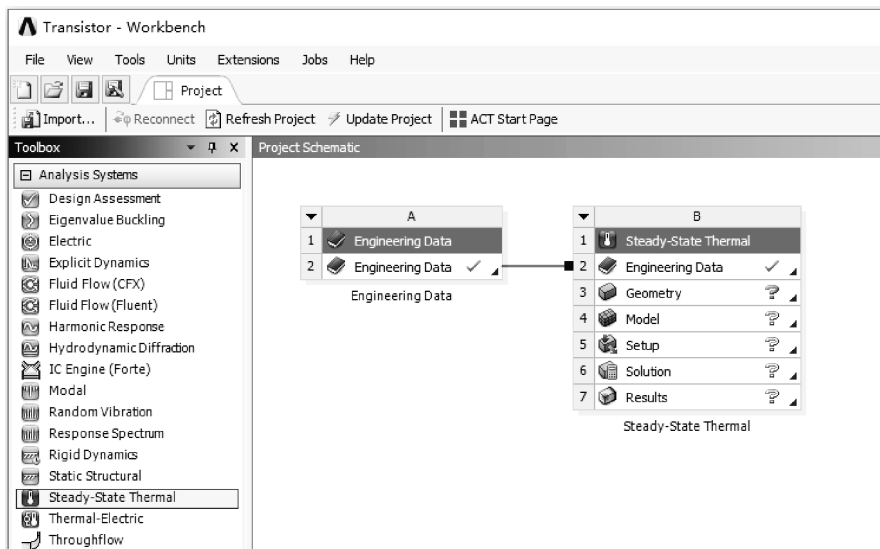

图 3-9 创建工程数据及稳态热分析
(1) 在工具箱【Toolbox】的【Component Systems】中调入工程数据【Engineering Data】到项目分析流程图。
(2) 在工具箱【Toolbox】的【Analysis Systems】中拖动稳态热分析【Steady-State Thermal】到项目分析流程图并与工程数据【Engineering Data】相连接，如图 3-9 所示。
(3) 在 Workbench 的工具栏中单击【Save】，保存项目实例名为 Transistor. wbpj。工程实例文件保存在 D:\AWB\Chapter03 文件夹中。